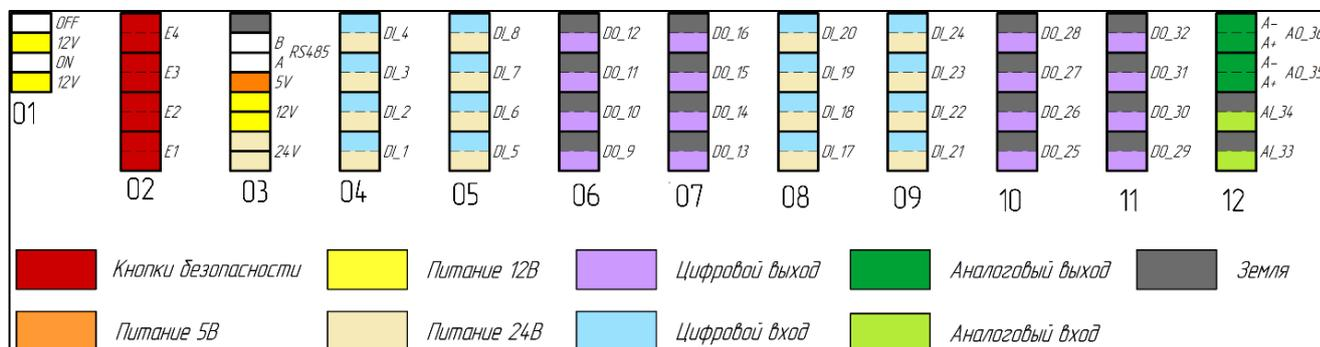

Рисунок I-19 – Порты на пользовательской панели шкафа управления
- порты (входы и выходы) на пользовательской панели шкафа управления (см. Рисунок I-19);